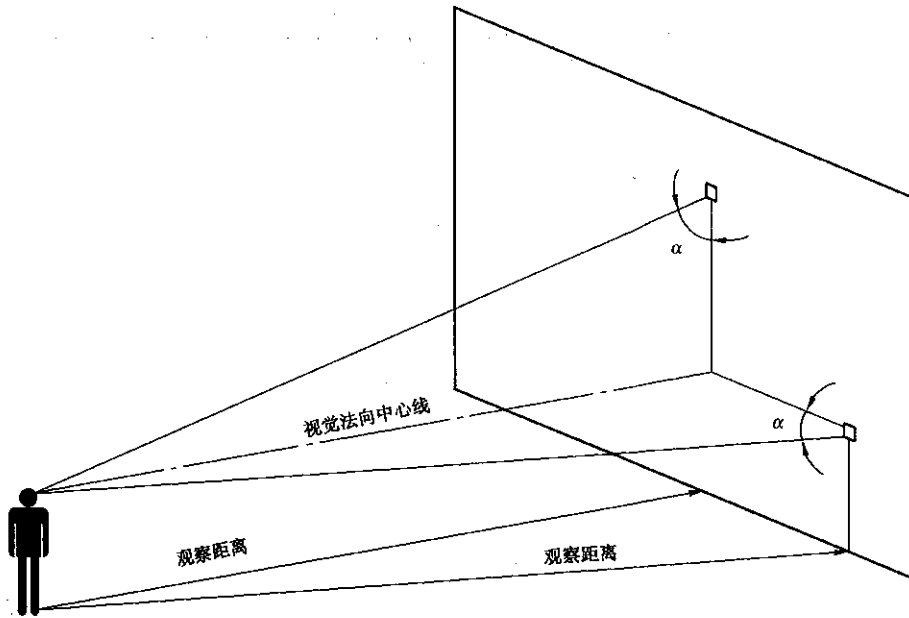

图 8 标志牌平面与视线夹角 α 不低于 75°
9.3 标志牌的平面与视线夹角应接近 90°,观察者位于最大观察距离时,最小夹角不低于 75°,如图 8。